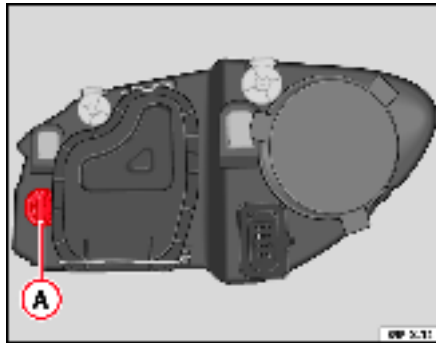

Fig. 183 Lampe du feu clignotant
- Tournez le porte-lampes ⇒ fig. 183 (A) vers la gauche puis tirez.